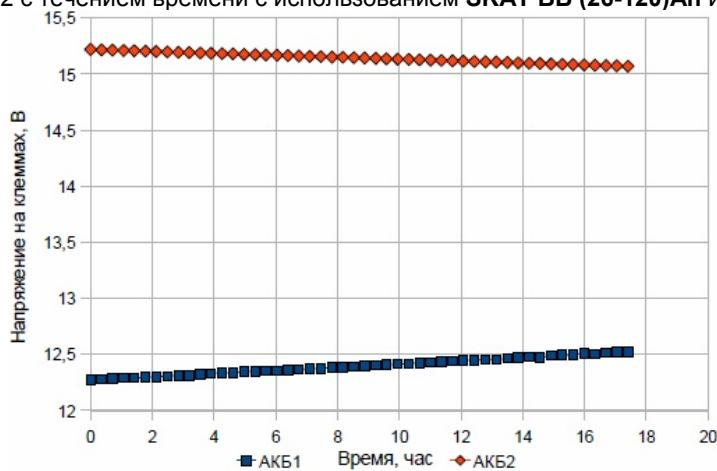

Рисунок 2 – Зависимость напряжения на клеммах АКБ1 и АКБ2 от времени **без SKAT BB (26-120)Ah**.
- Продление срока службы АКБ за счет автоматического выравнивания (балансировки) напряжения на клеммах АКБ (см. рис.2 и 3)